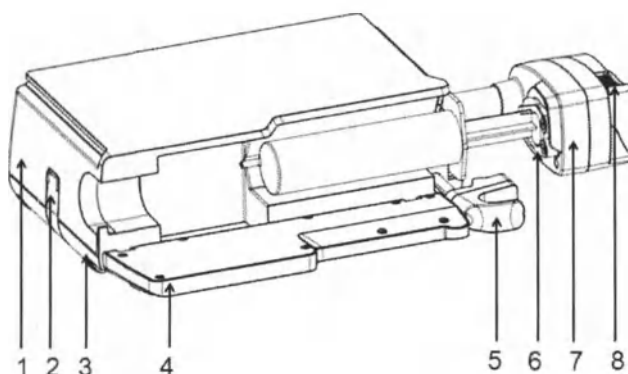

Рис. 7. Шприцевой насос. Вид с открытой дверцей.
1. На один из насосов установите крепление к стойке, как показано на рис. 7.